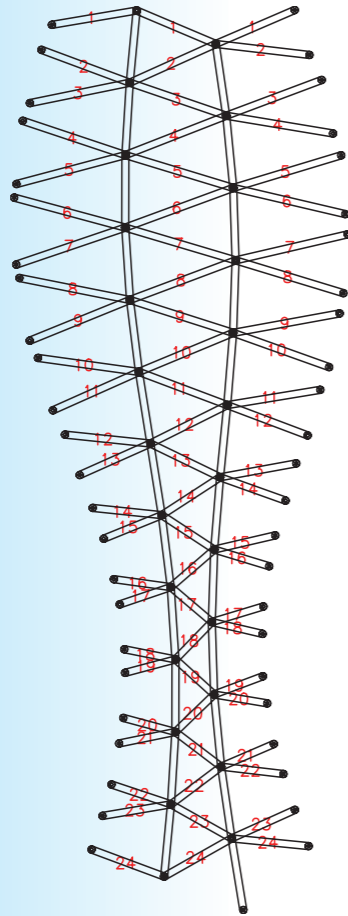
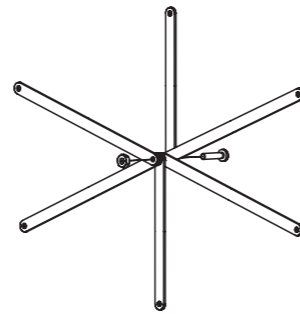

Fig. 2
Fig. 3
3. Assemble a skeleton as shown in Fig 2. Fix a connection of six sticks with a screw and a nut - Fig 3. Preferably the nuts are orientated outward.
3. Bauen Sie eine Skelettstruktur wie in Fig 2. gezeigt. Dabei werden jeweils sechs Holzstäbchen mit einer Schraube und Mutter verbunden - Fig 3. Zur einfacheren Montage sollten sich die Muttern auf der Außenseite des Torus befinden.